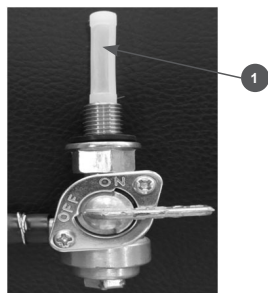

Рис.11 Обслуживание фильтра бензобака
Фильтр топливный (1) Рис.11 съемный, капроновый, устанавливается в топливном кране. Рекомендуется не реже одного раза в течение 300 отработанных